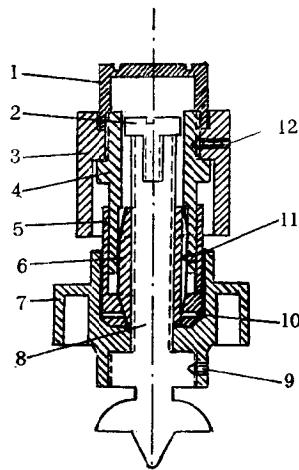

图 1-6 安平螺旋结构图
3. 要拆卸安平螺旋，则先用两脚扳手旋去其护盖(图1-6之1)，此时可以从安平螺旋套管中看到防脱倒牙螺钉(图1-6之2)，将它向顺时针方向旋出后，就可以将安平螺旋螺杆(图1-6之8)向逆时针方向旋出。要拆卸手轮，则旋去其紧定螺钉(图1-6之9)，将螺杆用两块檀木夹着钳在台钳上，将手轮向逆时针方向用力旋出。
4. 要拆卸枣形螺母(图1-6之6)，则旋去调节压圈(图1-6之5)，再略微旋松螺母的一个定位螺钉(图1-6之11)，此时就可以将枣形螺母取出。要拆卸套管，则旋松紧定螺钉(图1-6之12)，就可以用两脚扳手，将套管(图1-6之4)向下方向旋出。